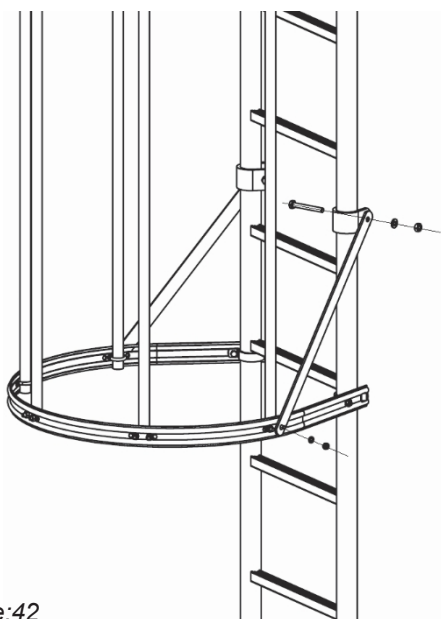

Figure:42
- La position de l'échelon supérieur (voir fig. 42) par rapport au niveau d'accès doit se situer au maximum à une distance d'un échelon en dessous du niveau d'accès.